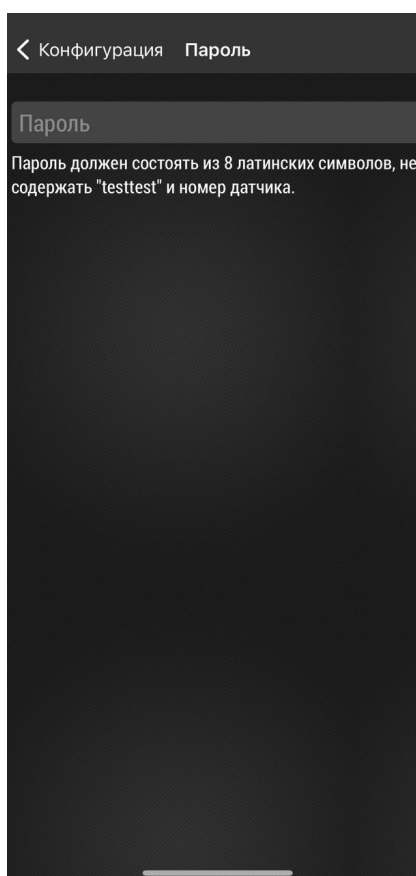

Рис.36. Ввод пароля
3. В поле «**Пароль**» введите новый пароль (Рис.36).